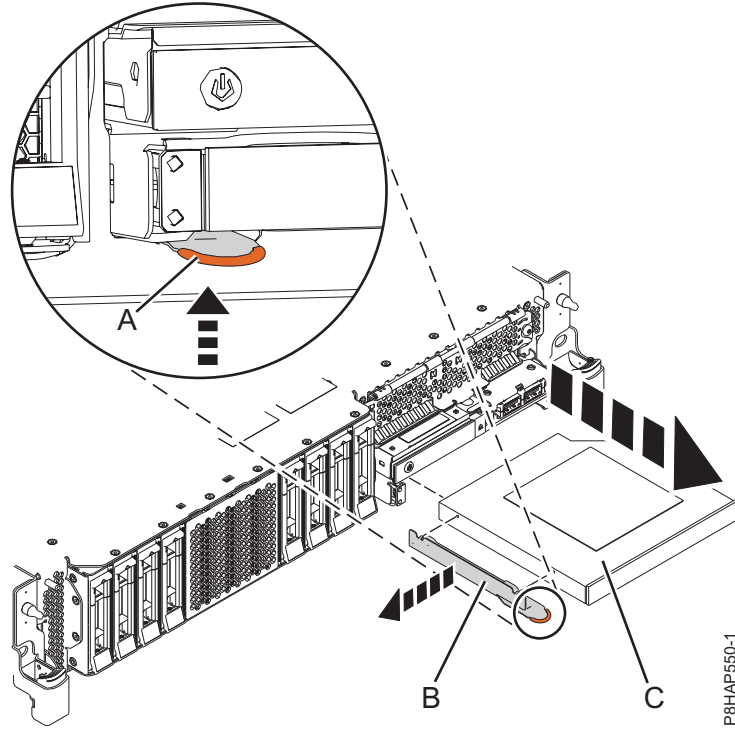
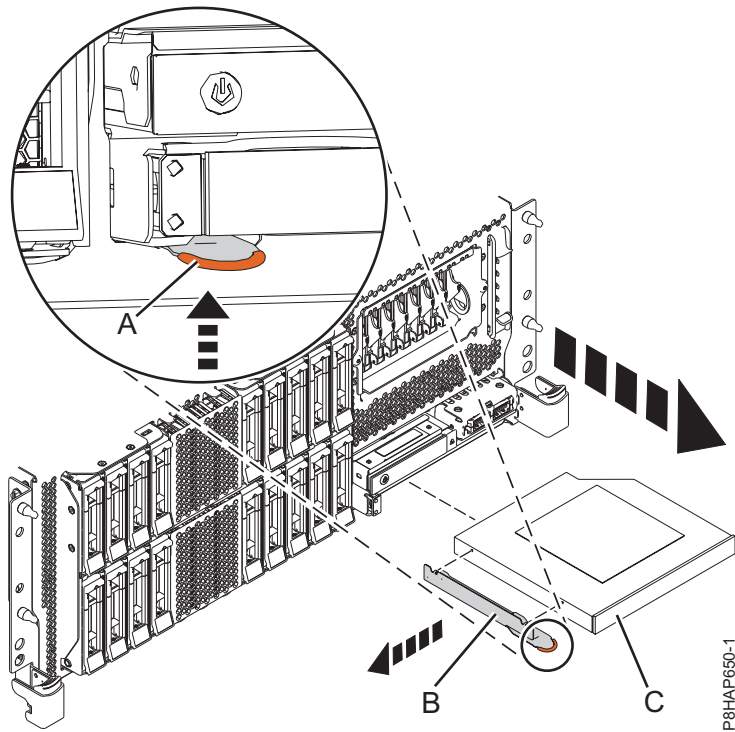
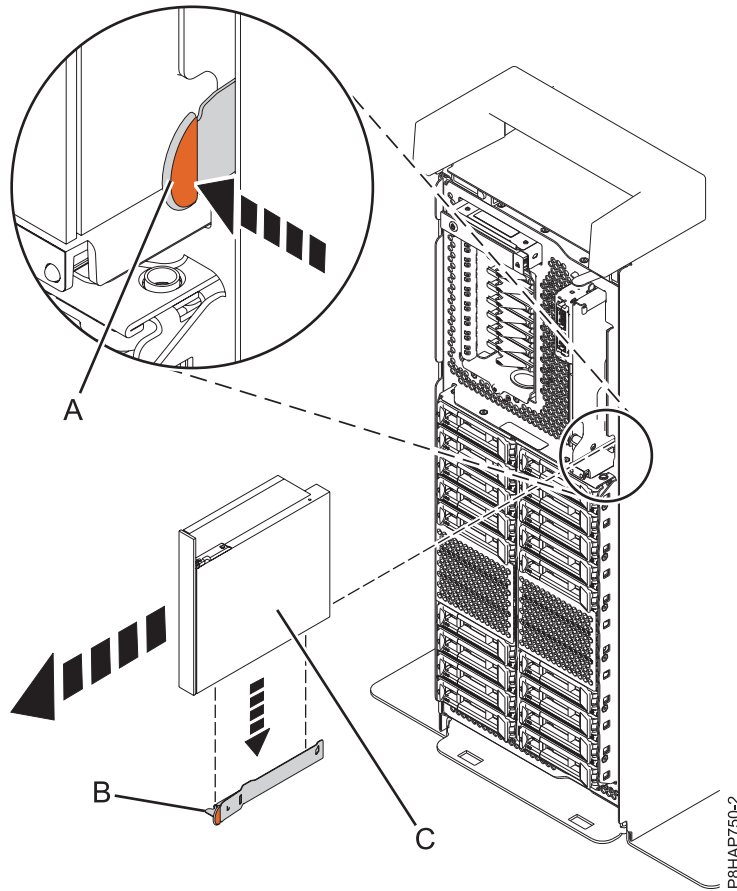

Figura 46. Extracción de un dispositivo de soporte extraplano de un sistema 5148-21L, 5148-22L, 8247-21L, 8247-22L, 8284-21A o 8284-22A
Figura 47. Extracción de un dispositivo de soporte extraplano de un sistema 8247-42L, 8286-41A o 8286-42A montado en bastidor
Figura 48. Extracción del dispositivo de soporte extraplano de un sistema autónomo
Para un sistema 5148-21L, 5148-22L, 8247-21L, 8247-22L, 8284-21A o 8284-22A, consulte la Figura 46 en la página 57; para un sistema 8247-42L, 8286-41A o 8286-42A montado en bastidor, consulte la Figura 47 en la página 57; o bien, para un sistema 8286-41A autónomo, consulte la Figura 48 en la página 58.
6. Tire del dispositivo de soporte extraplano de (C) para extraerlo del sistema, en la dirección que se muestra en la Figura 46 en la página 57, la Figura 47 en la página 57 o la Figura 48.
8. Si va a extraer el dispositivo de soporte extraplano como parte de otro procedimiento de servicio, no extraiga la abrazadera de retención (B) del dispositivo de soporte extraplano.
9. Si está extrayendo el dispositivo de soporte extraplano anómalo y sustituyéndolo por un nuevo dispositivo de soporte extraplano, debe extraer la abrazadera de retención (B) para utilizarla con el nuevo dispositivo de soporte. Extraiga la abrazadera de retención sujetándola por el punto de contacto de color terracota y tirando hacia fuera del dispositivo de soporte como se muestra en la Figura 46 en la página 57, la Figura 47 en la página 57 o la Figura 48.
10. Guarde la abrazadera de retención (B) en un lugar seguro.